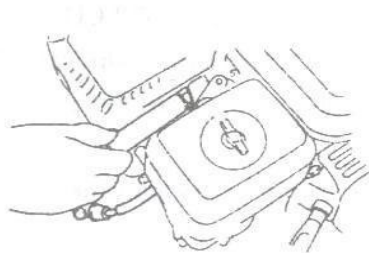

Fig. 24
4) Controlar la guarnición de la bujía y si es necesario cambiarla por una nueva. Tratar de no dañar el roscado cuando se ajusta la bujía con una llave (fig. 24).